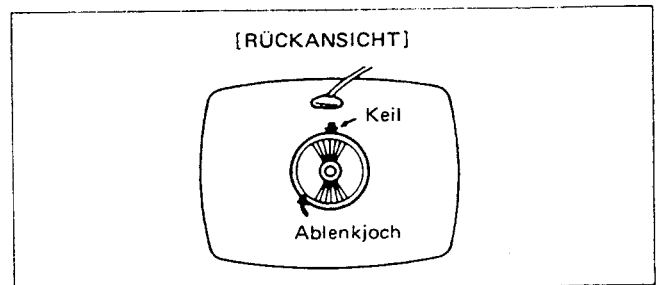

Abb. B-7
2. Stellen Sie die Konvergenz am Rand der Bildröhre durch Neigen des Jochs nach oben/unten und rechts/links ein und setzen Sie provisorisch einen Keil an der Oberseite des Jochs ein. (Abb. B-7, 8, 9)